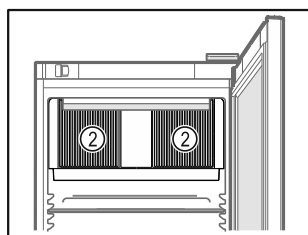

Fig. 57
- ❑ Не закрывайте вентиляционную щель Fig. 57 (2) вентилятора циркуляционного воздуха во внутренней камере.